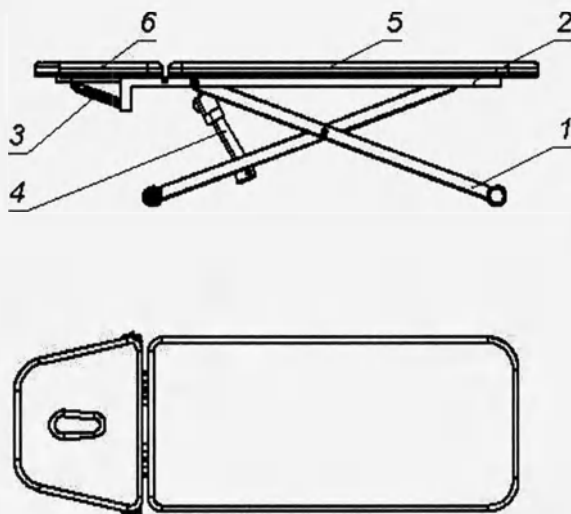

Рисунок 1
Стол (рис.1) состоит из крестообразного основания на четырех роликах (1), из которых 2 ролика вращающиеся, рамы (2), на которой располагается ложемент(5), подголовник (6), привод электрический (4) с дистанционным пультом управления. Высота ложемента регулируется от электропривода. Угол наклона подголовника регулируется с помощью растомата (3). Ложемент и подголовник имеют мягкую подложку и покрыты кожей медицинской искусственной. Для придания частям тела определенного положения имеется два валика круглый и полукруглый.